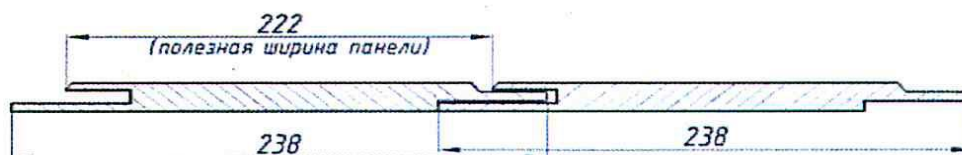

Рис.1
- При установке панелей, монтаж осуществляется в «паз-гребень», при этом её полезная ширина составит 222 мм относительно габаритной ширины — 238 мм. Пояснение данного фактора приведено на рис.1.